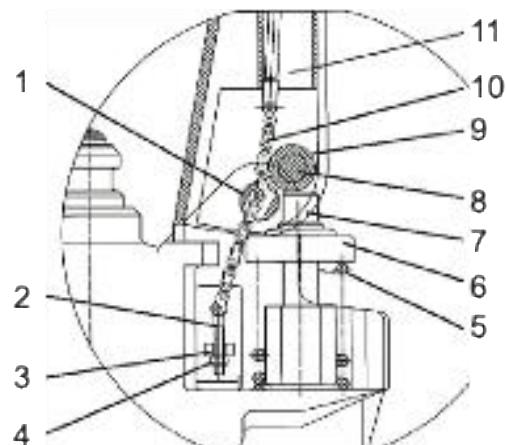

Fig. 7 Vista laterale
- b) Impostare la leva di comando del braccio del timone sulla posizione di ABBASSAMENTO, quindi far passare con le mani il dado di regolazione e il bullone di regolazione attraverso il foro dell'asse (Fig. 7).